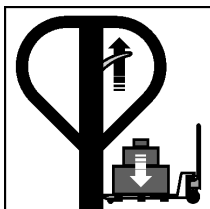

Fig. 9 – Baixando a carga
- Posicione a alavanca para cima para baixar a carga, conforme fig. 9;